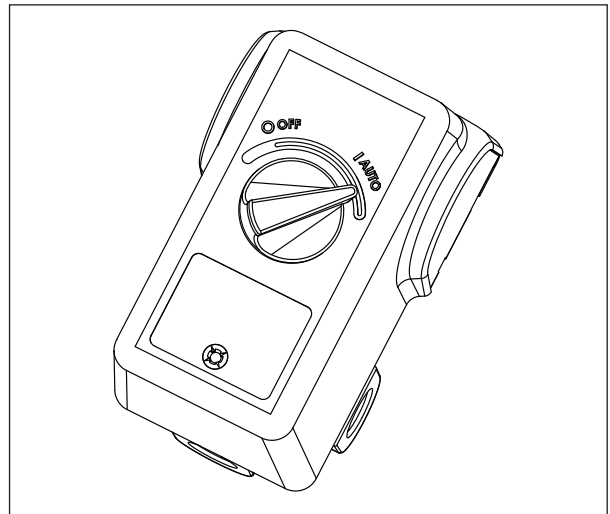

Figure 6
4. Réglez l'interrupteur du pressostat à **AUTO** afin de démarrer l'appareil (voir la figure 6).
7. Changez l'huile après les cinquante (50) premières heures d'utilisation. Par la suite, changez l'huile tous les trois (3) mois.